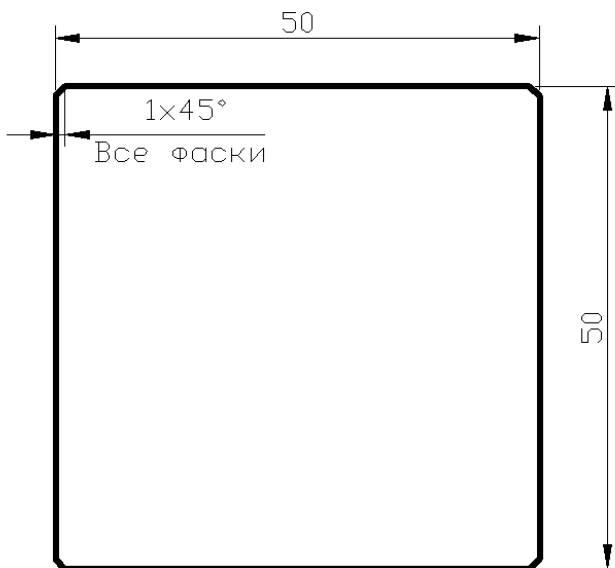

Рис. 4.1. Контур печатной платы
9. Последовательно перемещая курсор в точки излома контура платы (рис. 4.1), отмечайте их щелчком левой кнопкой мыши.